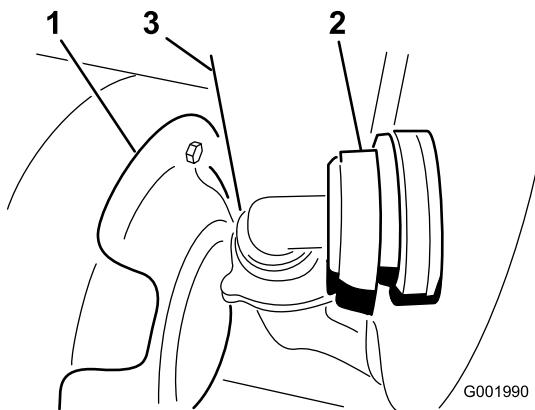

Bild 56
3. Schließen Sie den Schlauch im unteren Bereich vorne am Behälter ab (Bild 56).
Hinweis: Sie müssen das Wärmeschutzblech (Bild 56) möglicherweise zurück drücken, um die Abdeckung abzunehmen.
7. Schließen Sie den Schlauch vorne am Tank an (Bild 56).